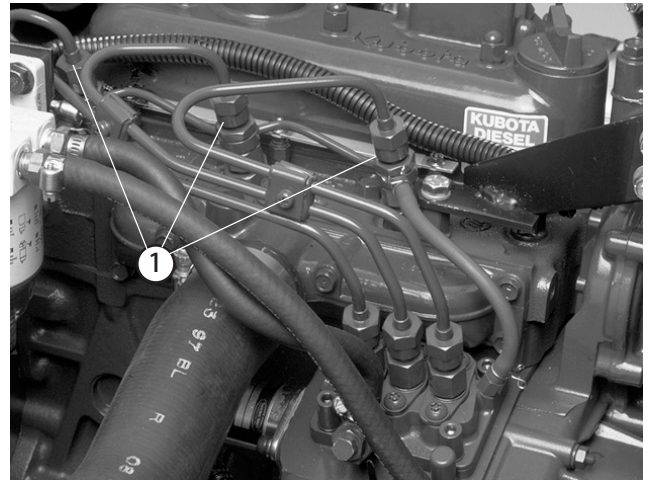

図 52
1. 燃料噴射ポンプの No.1ノズル&ホルダ・アセンブリ (図 52) へのパイプ接続部をゆるめる。